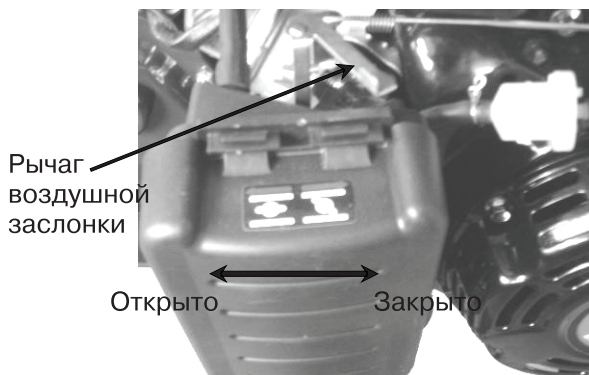

Рис.8
1. Передвиньте рычаг воздушной заслонки в положение CLOSE (закрыто). Рис. 8
Если рычаг воздушной заслонки находится в положении "CLOSE", поверните его в положение "OPEN" после того, как двигатель проработает около 2х минут. (Рис. 8)